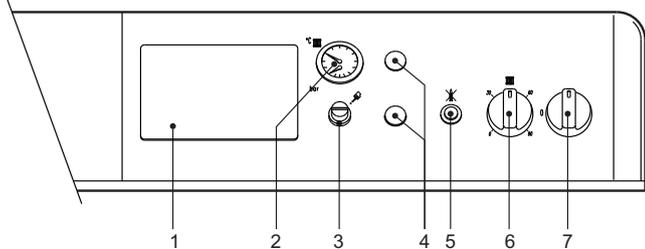

рис. 1 - Панель управления
- Переведите выключатель котла "7" в положение 1 (рис. 1).
- Если котел оборудован электронным термостатическим блоком управления, установленным в положении 1 на рис. 1, пользователь должен также соблюдать инструкции, предоставляемые изготовителем данного блока.
При повороте ручьятки **6** на рис. 1 по часовой стрелке температура воды в системе отопления повышается и наоборот. Температуру воды в системе отопления можно регулировать в пределах от 30° до 90°. Однако не рекомендуется эксплуатировать котел при температуре ниже 45°.
Задайте с помощью комнатного термостата нужную температуру внутри помещения. При поступлении команды от комнатного термостата котел включается, обеспечивая нагревание воды в системе отопления до температуры, заданной регулирующим термостатом **6** (рис. 1). При достижении в помещении желаемой температуры котел выключается.
При заполнении холодной системы отопления давление воды, контролируемое по показаниям установленного на котле термоманометра, поз. 2 рис. 1, должно составлять примерно 1,0 бар. Если во время работы давление воды в системе упало (например, из-за испарения растворенных в воде газов) до величины ниже вышеуказанного минимума, пользователь должен открыть кран подпитки и довести давление до первоначального значения. По окончании операции всегда закрывайте кран подпитки.